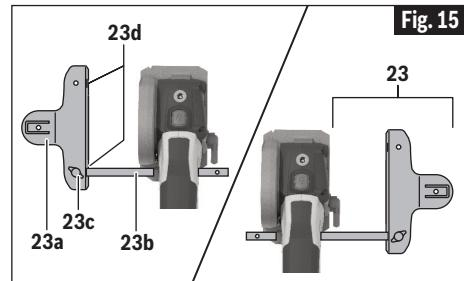

Fig. 15
## ASSEMBLAGE (Fig. 15)
**REMARQUE :** Lorsque vous utilisez le guide de coupe **23** pour bord droit du côté gauche ou du côté droit de l'outil, positionnez le guide comme illustré (Fig. 15).
Les coupes longitudinales sont faciles à réaliser en utilisant un guide de coupe pour bord droit (Fig. 17). Pour l'attacher, insérez la barre **23B** (Fig. 15) à travers les fentes dans le pied jusqu'à la largeur désirée comme illustré, et sécurisez au moyen de la vis de réglage **23f**.